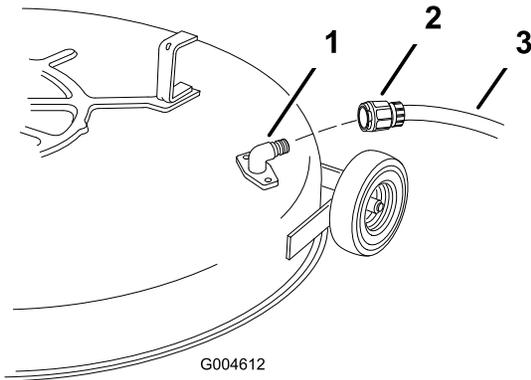

Figure 47
5. Vissez le raccord à l'embout de lavage du carter du plateau de coupe et ouvrez l'eau en grand (Figure 47).